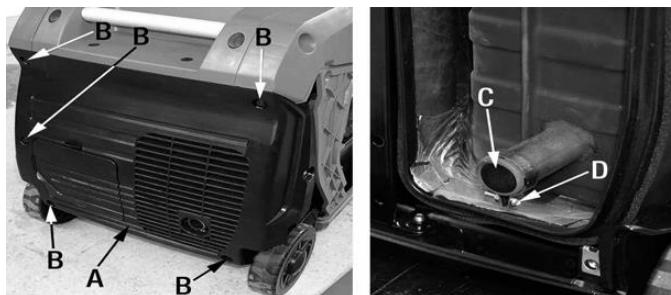

Bild 12
En smutsgnistsläckare leder till högre bullernivå och påverkar motorn. Du måste rengöra gnistsläckaren (C, bild 12) om du använder elverket i dammiga eller smutsiga miljöer, annars kan gnistsläckaren blockeras vilket gör att avgaserna inte släpps ut.
- 2) Ta loss de fem skruvarna (B, bild 12) och plastlocket (A).
- 3) Skruva loss gnistsläckarens (C) skruv och mutter (D) och lyft bort gnistsläckaren från ljuddämparen.